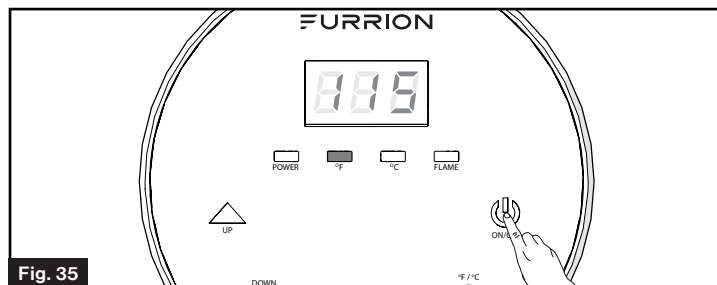

Fig. 35
4. Gire el interruptor de encendido a la posición "ON" (Encendido) (Fig. 16) y verifique que el controlador de pared esté iluminado. Si el controlador de pared no está iluminado, pulse el botón  en el controlador de pared para iluminarlo. (Fig. 35) La pantalla del controlador de pared mostrará el ajuste de la temperatura del agua caliente.